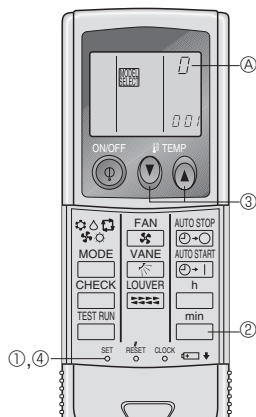

Fig. 6-9
3) Opération de réglage de numéro pair pour la télécommande sans fil infrarouge (Fig. 6-9)
④ Numéro pair de la télécommande sans fil infrarouge	Carte à circuit imprimé intérieure